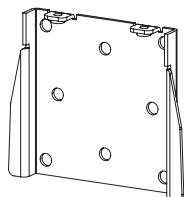

Figura 11
- 4) Monte la parte "B" del soporte en la pared en el lugar en que ha escogido poner el altavoz. Asegúrese de que el soporte tenga las dos lengüetas con agujero rosado hacia la parte de arriba del soporte. (Vea la Figura 11). Si está seguro de que hay un paral vertical dentro de la pared en el lugar escogido, atornille tornillos tamaño 2 a 8 #10 (no incluidos) en el paral vertical a través de la superficie de la pared. Si no hay un paral vertical dentro de la pared en el lugar escogido, instale anclas de pared tamaño 2 a 8 #10 (no incluidos) en la pared siguiendo las instrucciones del fabricante de anclas. Para las paredes de concreto, utilice una broca perforadora de concreto y anclas y tornillos #10 para concreto (no incluidos).